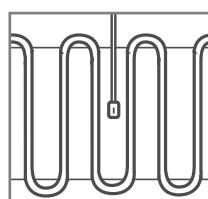
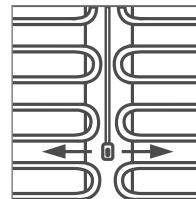

рис. 1
рис. 2
6. Расположите нагревательный мат относительно датчика температуры пола. Проследите, расположение датчика должно быть внутри нагревательного мата (рис. 1) или между двумя матами (рис. 2) на равном расстоянии относительно витков греющего кабеля. Не устанавливайте датчик температуры пола между витками нагревательного кабеля (рис. 3).